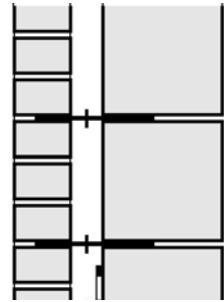

Abb. 5.5-3: Zweischalige Außenwand mit Luftschicht.
- mit Luftschicht (Abb. 5.5-3)